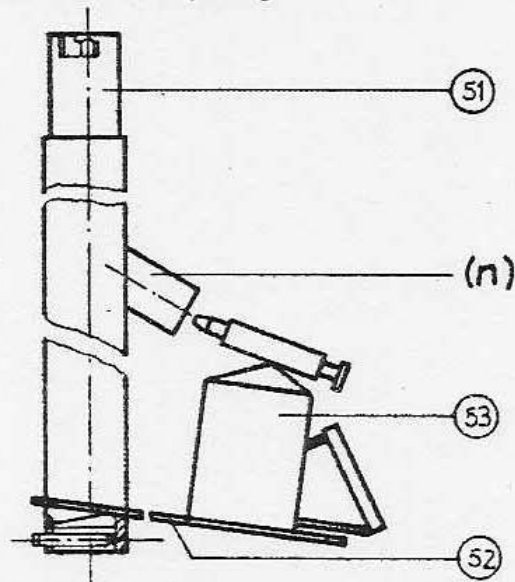

Bild 28
- Heizrohr (51) (Bild 28) in Mastrohr einstecken und durch Linksdrehen so einhängen, daß Stutzen (n) am Heizrohr vom Hilfsmast wegzeigt.